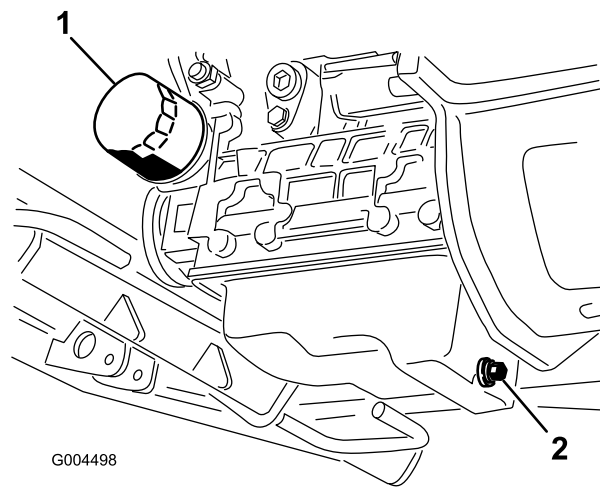

Рисунок 41
6. Снимите и замените масляный фильтр (Рисунок 41).
3. Подставьте сливной поддон под масляный поддон, совместив с пробкой сливного отверстия (Рисунок 41).